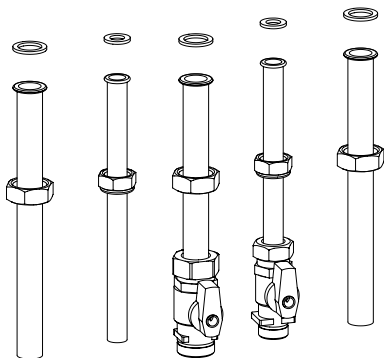

Figura 5.2
- Avvitare i rubinetti sull'impianto idraulico (Figura 5.2).